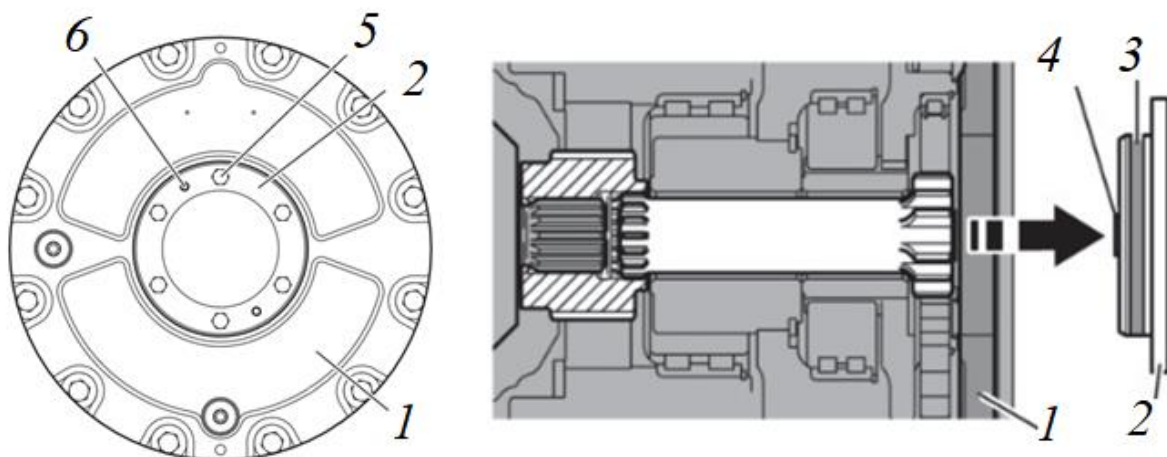

Рисунок 3.36. Крышка бортового редуктора
- ▶ Очистить крышку редуктора 2, рис. 3.36, а также поверхность редуктора рядом с крышкой от загрязнений (для исключения попадания грязи во внутреннюю полость редуктора).
- ▶ Вывернуть шесть винтов с шестигранной головкой 5 из крышки 2, рис. 3.36.
- Вывернуть два винта М6 из крышки 2, затем вставить крышку 2 с уплотнительным кольцом 3 и цилиндрическим роликом 4 в корпус редуктора 1 и ввернуть шесть винтов с шестигранной головкой 5 в крышку 2, рис. 3.36.